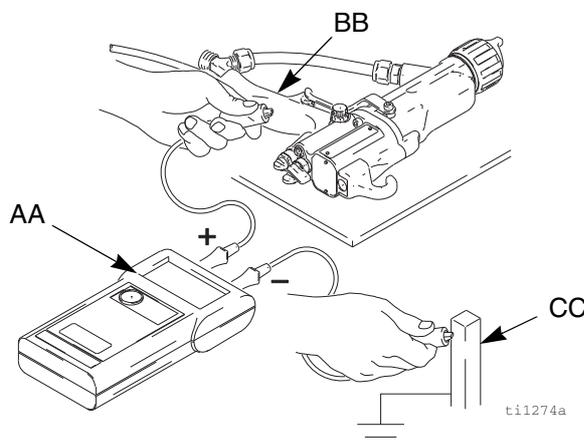

Fig. 7. Comprobación de la toma a tierra de la pistola
El megaohmímetro ref. 241079 (AA-vea FIG. 7.) no está aprobado para ser utilizado en zonas peligrosas. Para reducir el riesgo de que se produzcan chispas, no utilice el megóhmetro para comprobar la conexión a tierra eléctrica a menos que:
4. Cerciórese de que la manguera de aire con conexión a tierra (R) esté conectada y que el cable de puesta a tierra de la manguera esté conectado a una tierra verdadera.
5. Mida la resistencia entre la empuñadura de la pistola (BB) y una verdadera toma de tierra (CC). Utilice un voltaje aplicado de 500 como mínimo hasta 1000 voltios como máximo. La resistencia no debe exceder 1 megaohmio. Véase FIG. 7.